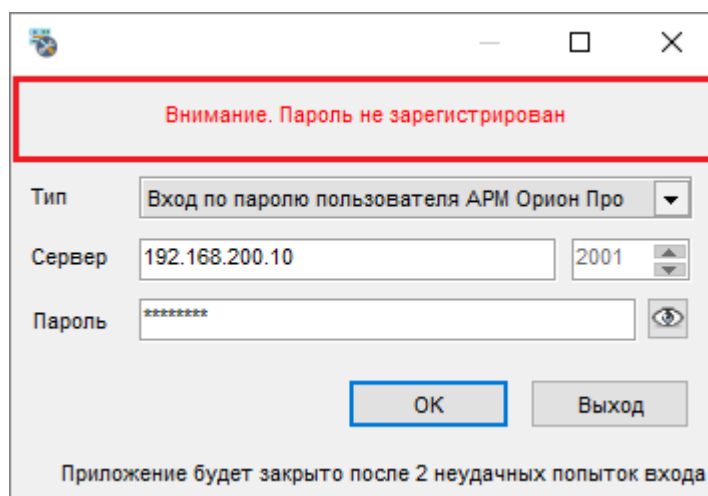

Рисунок 4-7 Отображение информации об ошибке при подключении по паролю пользователя
- если параметры авторизации заданы некорректно и/или есть ошибки в считанных параметрах БД, то соответствующая информация будет отображена в окне авторизации (см. Рисунок 4-7). В этом случае: